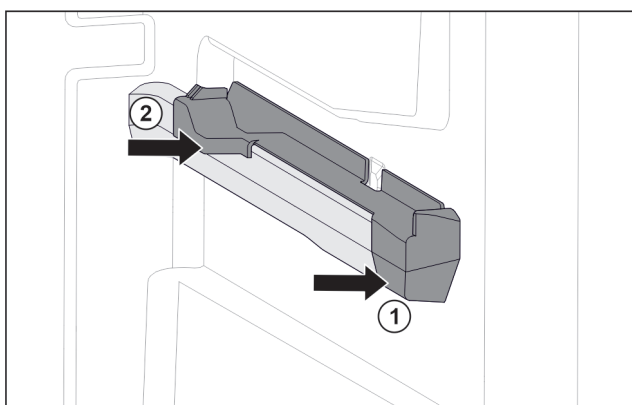

Fig. 131 Felhúzható elem a jobb oldali tartóbordán
- ▶ A felhúzható elemet elől tegye fel a tartóbordára. Fig. 131 (1)
- ▶ Hátul nyomja meg a felhúzható elemet. Fig. 131 (2)